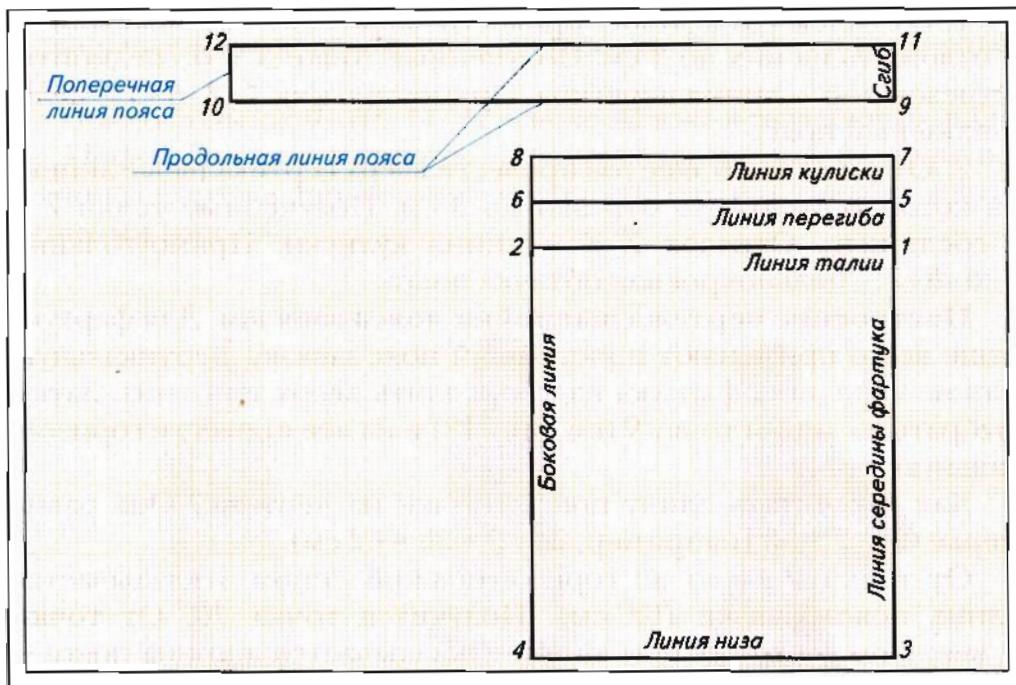

Рис. 18. Построение чертежа выкроек фартука и пояса-завязки
Построение чертежа основы фартука (рис. 18). Если в качестве проектного изделия вы выберете фартук, чертеж его выкройки стройте в такой последовательности.
Построение чертежа выкройки пояса-завязки. Для фартука чаще всего применяют простейший пояс-завязку. Вертикальную линию середины фартука надо продлить вверх или вниз. Затем выбрать на линии точку 9 (см. рис. 18) и из нее провести горизонтальную линию.
- Укажите линию середины фартука и сгиба ткани возле отрезка 1-3 (см. рис. 18).